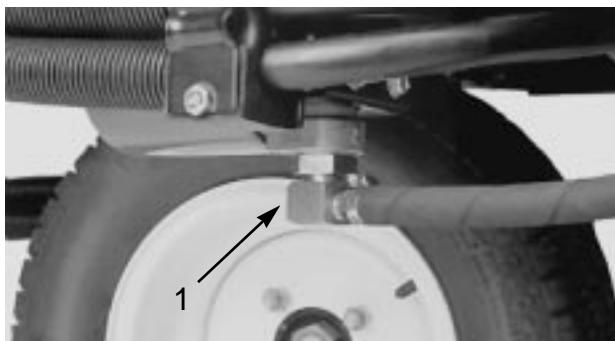
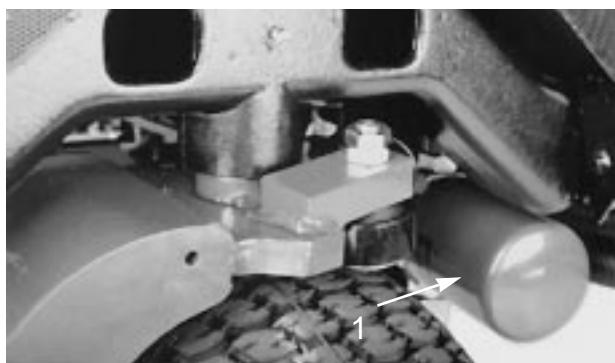

図52
図53
2. 油圧ラインの接続部（図52）または油圧フィルタ（図53）を外し、流れ出すオイルを受け、完全に流れ出たら元通りに接続する。
3. フィルタ（図53）の取り付け部周辺をきれいにふき、下に廃油受け用意し、フィルタを外す。